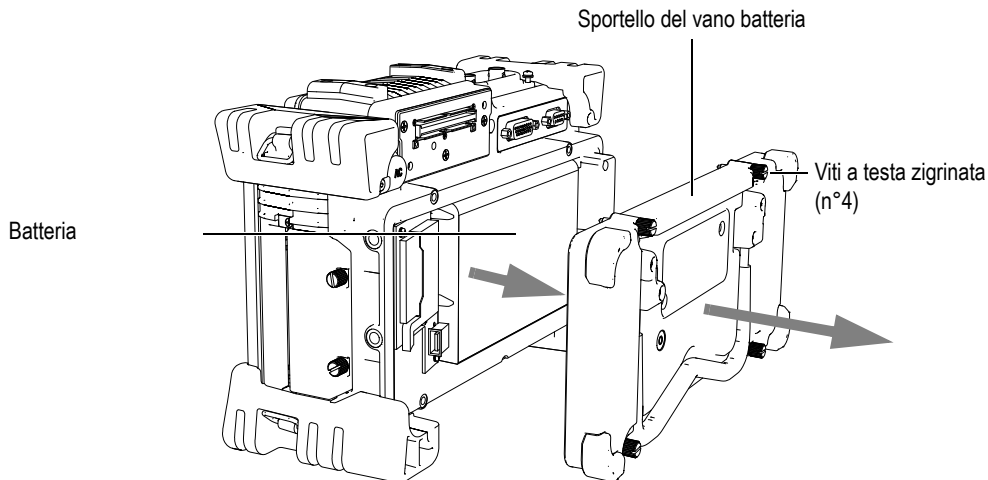

Figura 2-5 Apertura del vano batteria
La batteria è localizzata in un vano che è accessibile dalla parte posteriore degli strumenti della serie EPOCH™ 1000 (vedi Figura 2-5 alla pagina 46).
2. Svitare le quattro viti a testa zigrinata dello sportello del vano batteria posto nella parte posteriore dello strumento (vedi Figura 2-5 alla pagina 46).
Premere il tasto **[ANGLE]** o **[GAIN]** per selezionare il parametro **Angle** o **Gain**. Una volta selezionato, il pulsante appare di colore giallo (vedi Figura 2-5 alla pagina 46). Ruotare la manopola di regolazione o premere i tasti di direzione su e giù per modificare il valore.